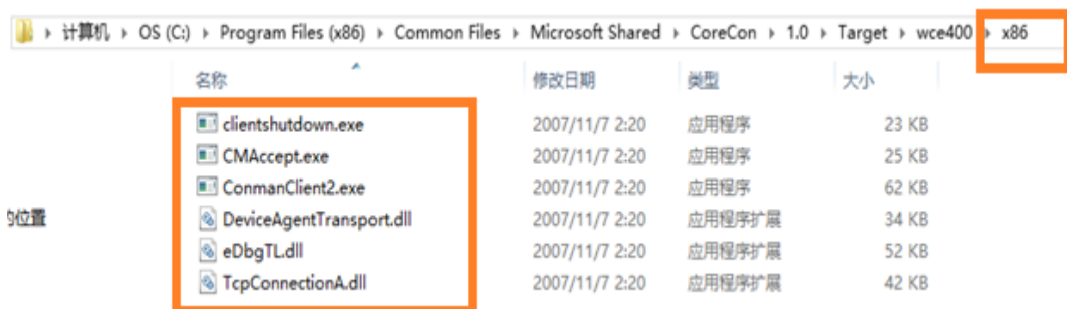

图 5-5 找到对应版本的 CoreCon 程序
- 3) 建立连接需要用到 VisualStudio 提供的 CoreCon 程序，在开发机上找到下面的文件(注意，对于固高的控制器，请使用 X86 版本)，如下图 5-5 所示。将这些文件拷贝到 GUS 控制器的硬盘中，依次双击 clientshutdown.exe、ConmanClient2.exe、CMAccept.exe 启动。